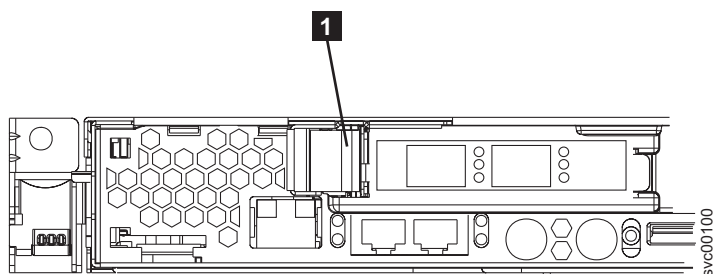

図 183. SAN ボリューム・コントローラー 2145-8F2 または SAN ボリューム・コントローラー 2145-8F4 PCI スロット 1 カード・リテーナー
1. ファイバー・チャンネル・カードをスロット 1 に取り付けます (図 183 を参照)。